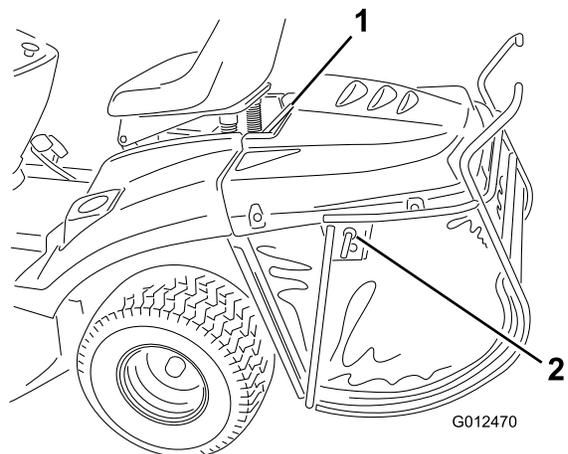

Bild 16
1. Entriegeln Sie ggf. den Arretierbolzen (Bild 16).